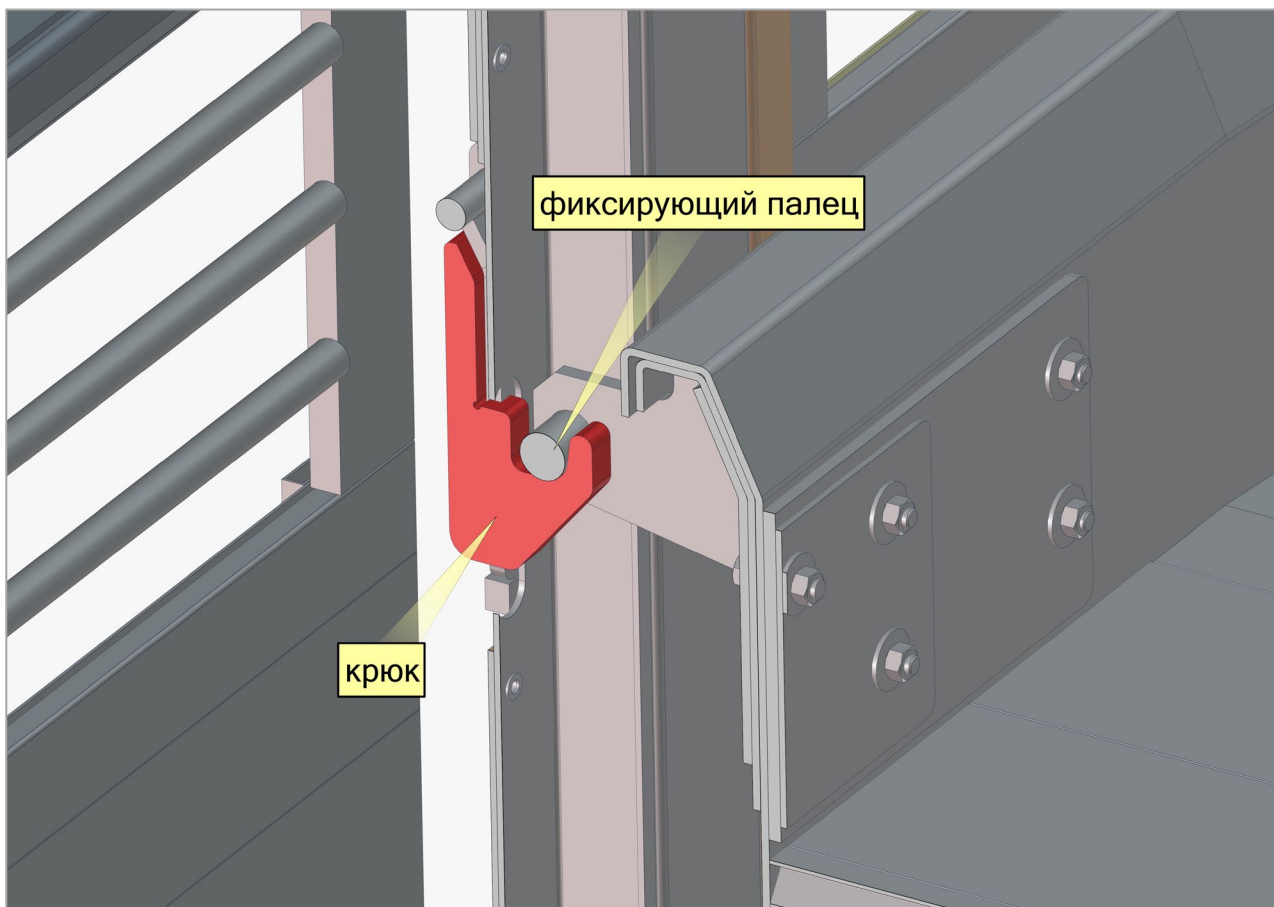

Рис. 37. Крюк и фиксирующий палец
4.11.1.6. Для опускания необходимо нажать и удерживать кнопку ВНИЗ. При этом начнется опускание среднего пола. Верхний пол останется зафиксированным на 6-ти крюках боковых стоек (Рис. 37).